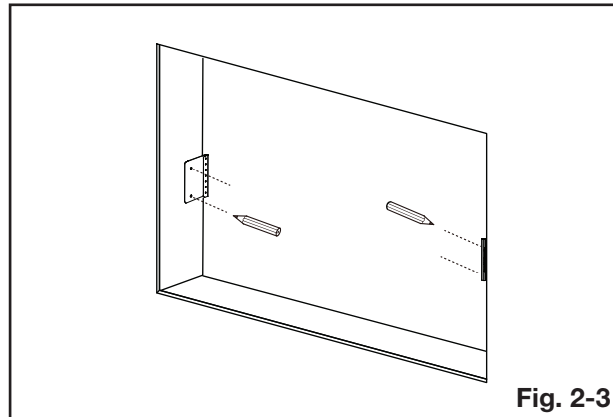

Fig. 2-3
- A.** Marquez les trous pour le support de montage. Assurez-vous que les trous marqués sont sur côtés opposés parce-que les supports ne peuvent pas être montés sur le même côté (**Fig. 2-3**).